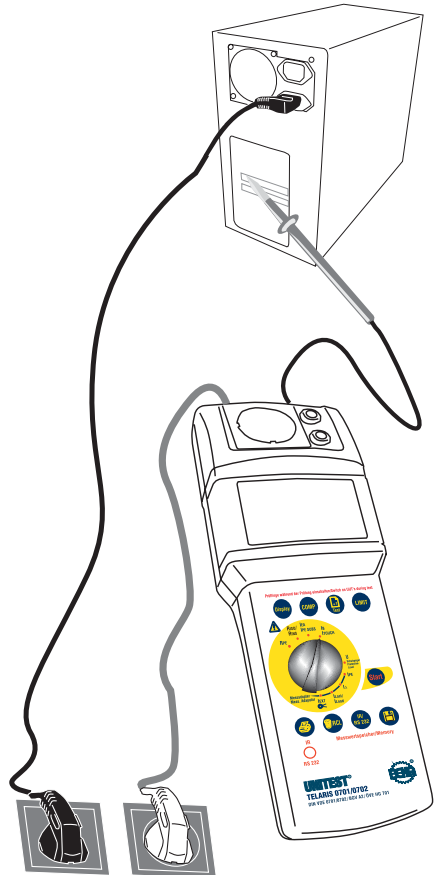

Bild 6.11: Messung des Berührungstromes
- ▶ Stellen Sie den Drehschalter 'Messfunktion' (15) auf die Schalterstellung 'IB'.
- ▶ Stellen Sie mittels der Taste LIMIT (7) den Grenzwert für den Berührungsstrom ein, Grenzwerte siehe Tabelle 3.
- ▶ Verbinden Sie den Prüfanschluss 'Sonde' (2) mit berührbaren leitfähigen Gehäuseteilen des Prüflings entsprechend Bild 6.11.
- ▶ Drücken Sie die Taste „Start“ (9). Das blinkende Symbol für die Messeinheit im Display signalisiert den aktuellen Messvorgang.
- ▶ Lesen Sie den Messwert von der LC-Anzeige (6) ab. Das Symbol 'LIMIT' (21) zeigt bei eingeschalteter Grenzwertanzeige eine Überschreitung des Grenzwertes an.
- ▶ Lesen Sie die Messwerte von der LC-Anzeige (6) ab. Als zu protokollierender Messwert gilt der höchste der gemessenen Werte.
- ☞ Die Messergebnisse können durch Drücken der Taste  (10) abgespeichert werden. Hinweise zu Speichern von Messwerten siehe Abschnitt 7.1 und 7.2.